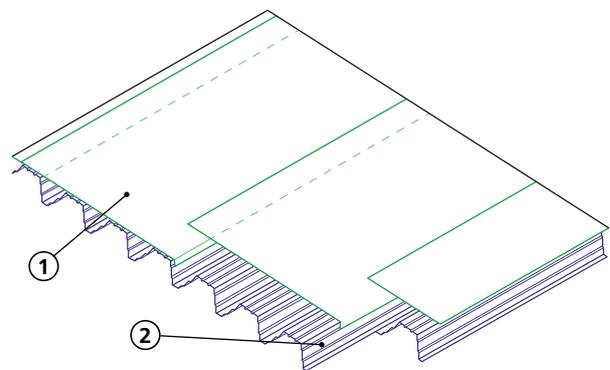

Рис. 4.1. Укладка пароизоляционного материала на профлисте: 1 – Пароизоляция; 2 – Профлист
**4.2.6.** При укладке пароизоляционного материала по профлисту материал раскатывается вдоль ребер профлиста. Продольные нахлесты пароизоляционного материала должны быть 80–100 мм и всегда располагаться на ребрах профлиста (см. рис. 4.1).